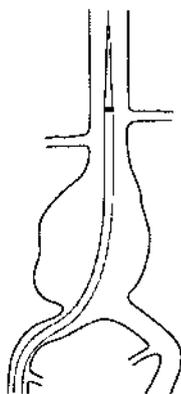

Figura 4. Introducción del sistema de liberación aórtico
2. Hágallo avanzar sobre la guía de forma que los stents más proximales y las marcas radiopacas se visualicen en el cuello aórtico proximal de interés (Figura 4).